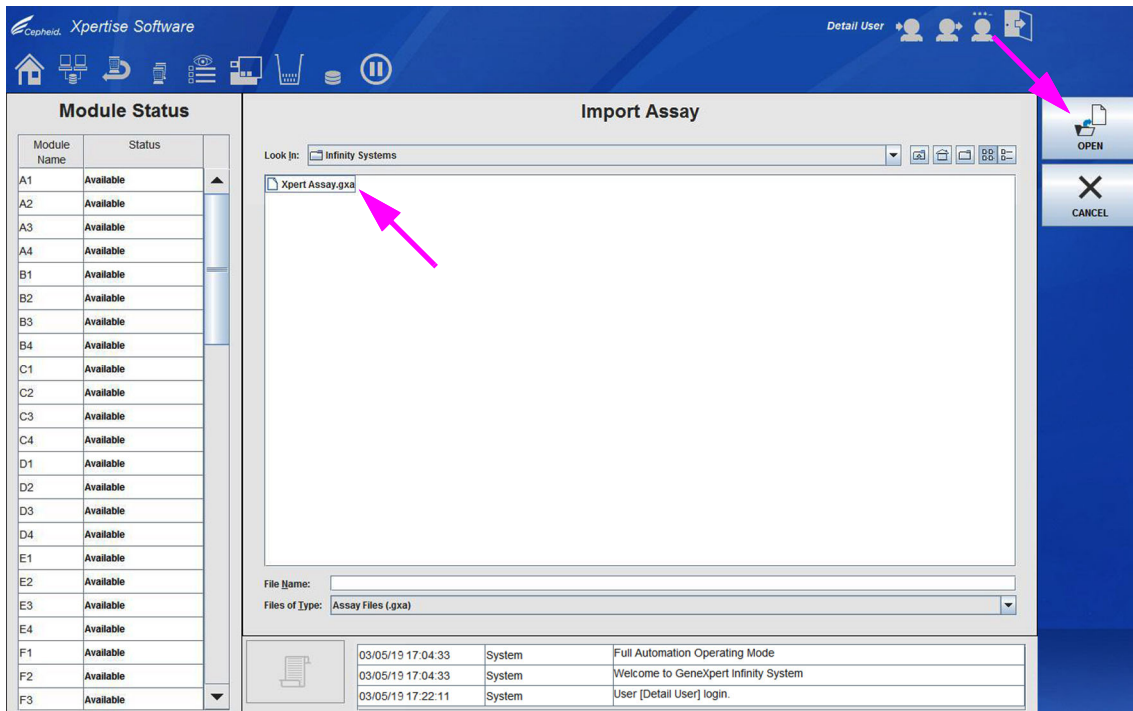

Figura 2-58. Área de trabalho Import Assay (Importar ensaio) – Selecionar o ensaio para importar
6. Selecione o ficheiro de definição do ensaio (.gxa) e depois selecione o botão **OPEN (ABRIR)** na área de trabalho Import Assay (Importar ensaio). Ver Figura 2-58.